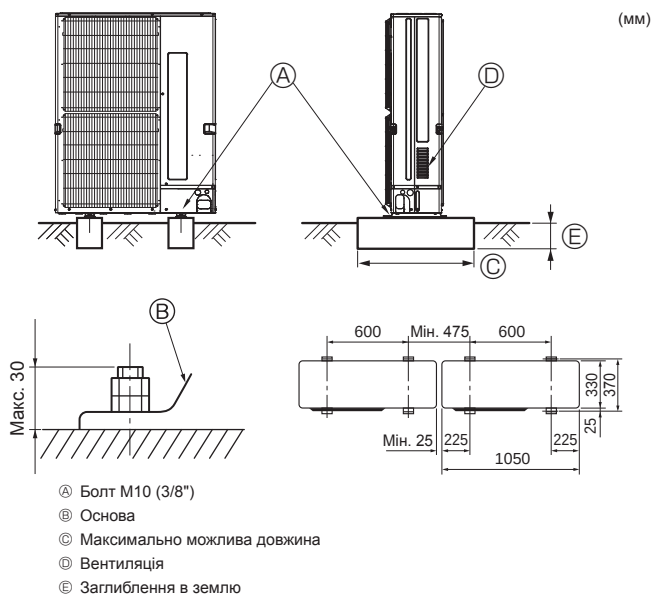

Fig. 3-1
• Обов'язково встановлюйте пристрій на міцну, рівну поверхню, щоб уникнути вібрацій та шумів під час роботи. (Fig. 3-1)